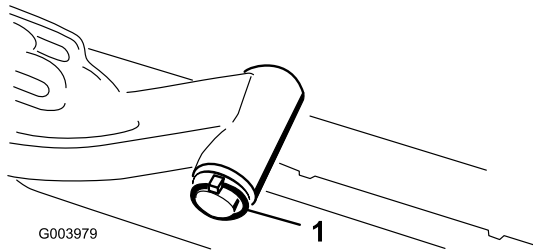

图11
- A. 拆下将提升臂枢轴固定至提升臂的保险销和垫圈，将提升臂枢轴滑出提升臂（图11）。
C. 将提升臂轴插入提升臂，使用垫圈和保险销将其固定（图11）。